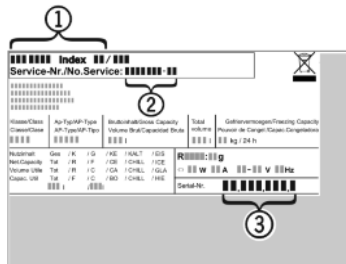

Fig. 7
► Skåpbeteckning Fig. 7 (1), service-nr. Fig. 7 (2) och serie-nr. Fig. 7 (3) finns på typskylten. Denna sitter på vänster sida inne i skåpet.
- Kontakta kundtjänst och meddela felet, skåpbeteckning Fig. 7 (1), service-nr. Fig. 7 (2) och serie-nr. Fig. 7 (3).